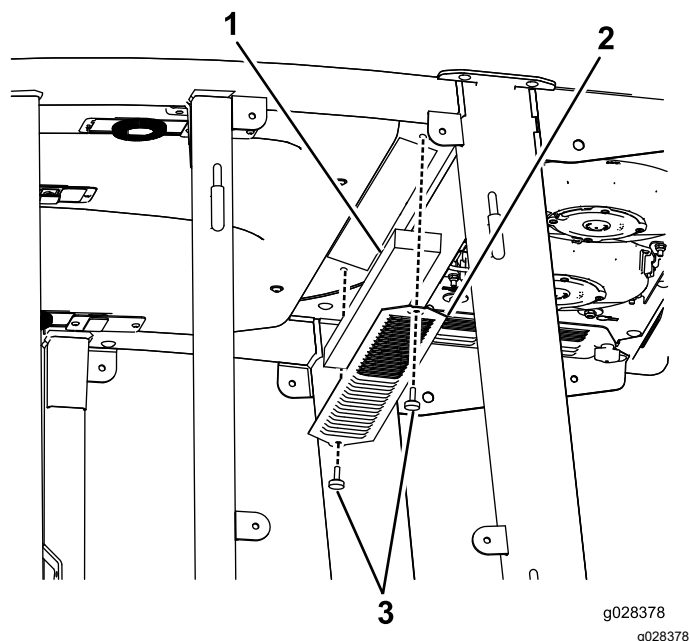
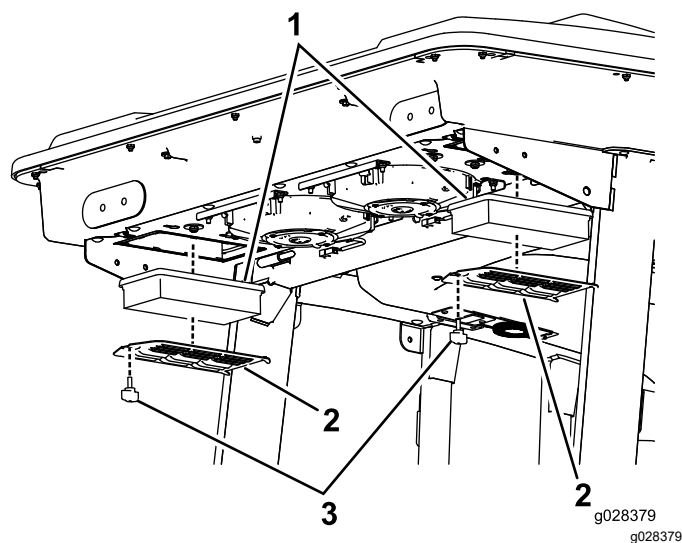

Figure 91
Figure 92
1. Retirez les vis et les grilles des filtres à air intérieur et arrière de la cabine (Figure 91 et Figure 92).